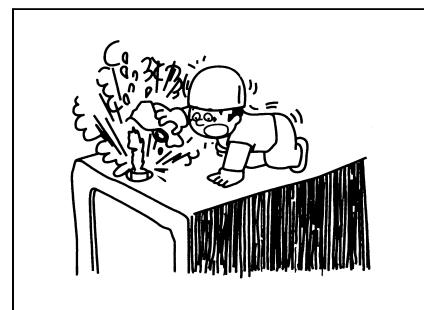

Рис.2-11
- При ремонте и уходе машина остается грязной, то трудно заметить место с неисправностью, что может приводить к попаданию грязи или илы на машине в глаза или при наличии грязи на машине имеет опасность спада и ранения. (Рис.2-11)